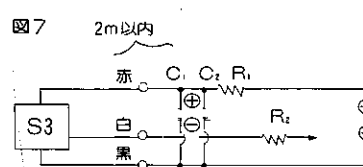
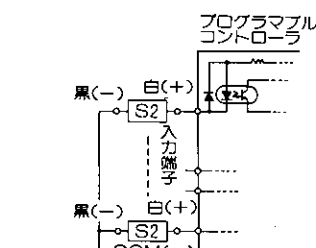

図7 ●電源ノイズ吸収回路
図9 シンクロード入力(電源内蔵)形へのS2接続例
- リード線配線長が10mを越える場合は、図7、8(R1、R2の場合)、図9(R3の場合)に示す保護回路を必ず設けてください。